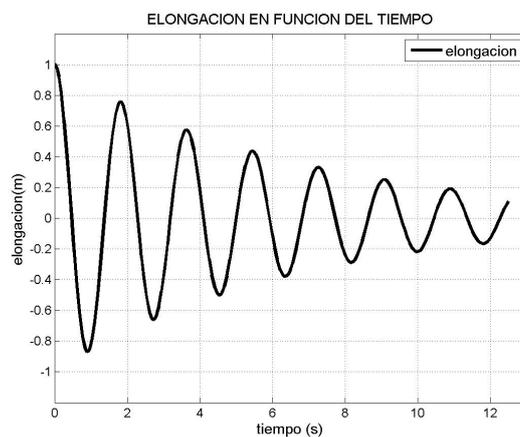

Figura 3: Gráfica de la elongación en función del tiempo para el caso subamortiguado.
- b. Si $b^2 < 4mk$, se dice que el movimiento es **subamortiguado** y el gráfico de la elongación en función del tiempo será como se muestra en la Figura 3.